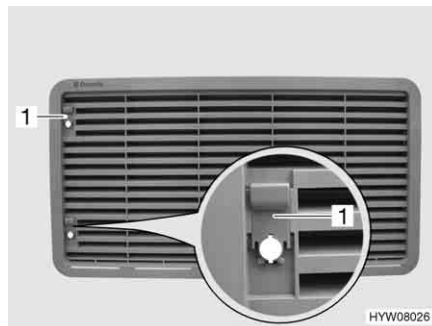

Fig. 219 Rejilla de ventilación del frigorífico (con corredera)
- Empujar la corredera (Fig. 219,1) hacia arriba.